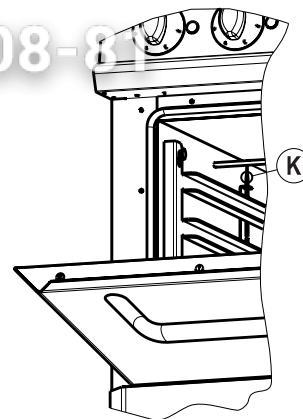

Fig.3
- Fare attenzione durante la pulizia a non danneggiare il sensore "K" (fig.3) del termostato posto all'interno del forno.